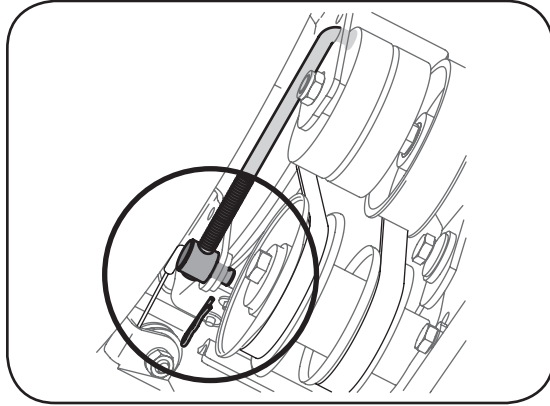

Figure 6-6
- Retirez la goupille fendue et la rondelle plate de la vis pour dégager la tige de tension de la tarière du support du frein, comme à la Figure 6-6.